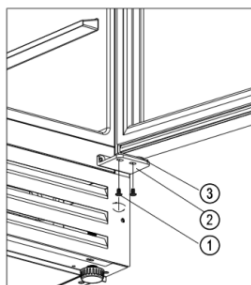

Figure 1
- Dévisser les deux vis ① de la charnière inférieure droite ② [Figure 1].